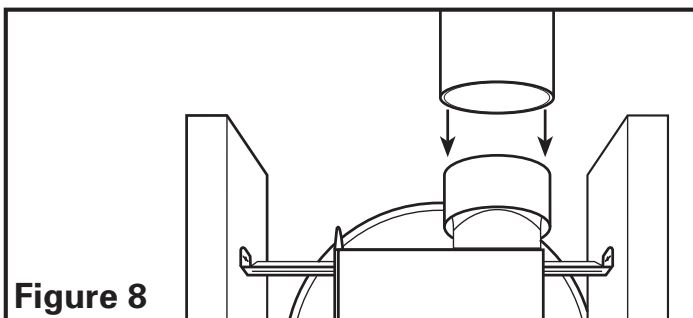

Figure 8
1. Raccorder le conduit au collet de conduit du ventilateur (**Figure 8**). Fixer en place l aide de ruban ou de serre-joint. Toujours vacuer le ventilateur vers l ext rieur au travers de chapeau mural ou de toit.